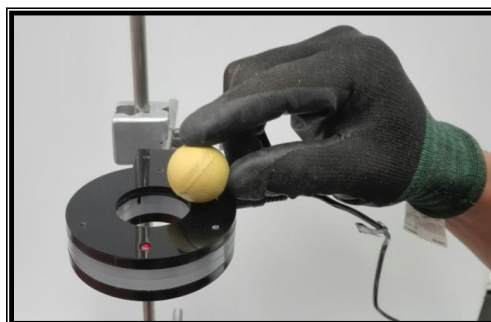

Figura 3.3. Esfera en el actuador.
- Coloque la esfera en la parte superior del actuador de modo que quede próxima al orificio de éste y suéltela, para activar el cronómetro con su caída, como se muestra en la figura 3.3.